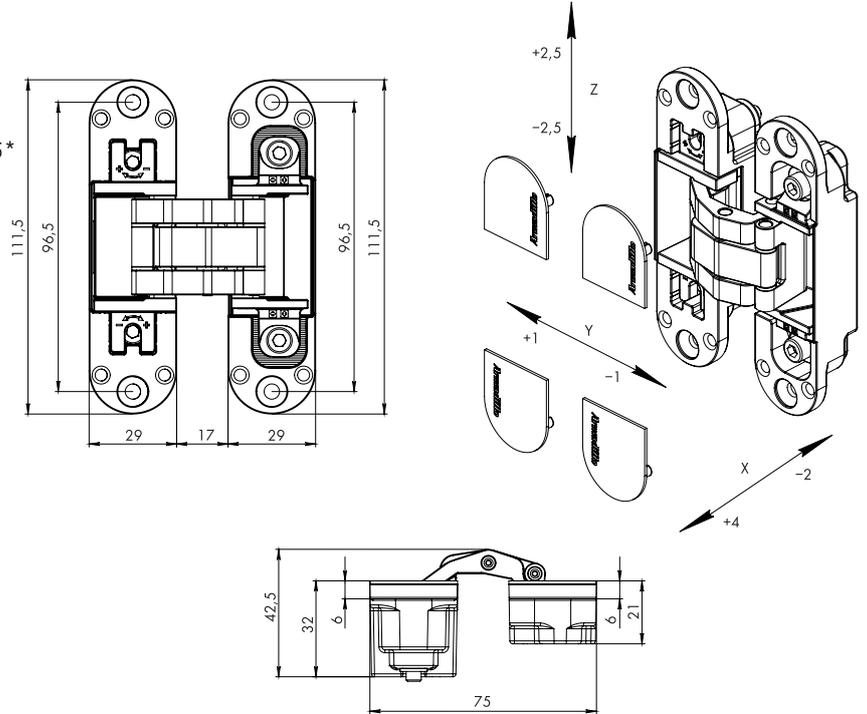
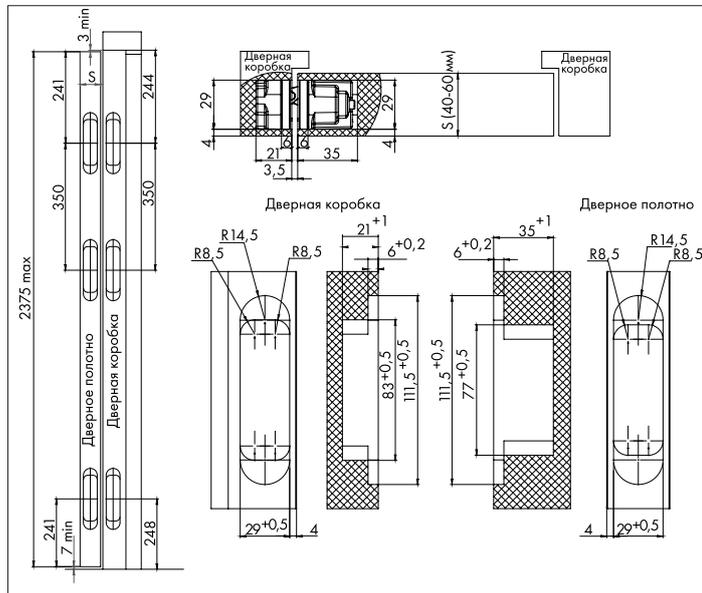

Рисунок 1 – Габаритные размеры петли.
Рисунок 2 — Размеры пазов под петли.
- Габаритные размеры в открытом положении петли (рис. 1):
1. Определить количество устанавливаемых петель исходя из массы дверного полотна и наличия доводчика и/или дверного упора. Отфрезеровать установочные пазы под петли в дверном полотне и в дверной коробке (см. рис. 1, рис. 2).